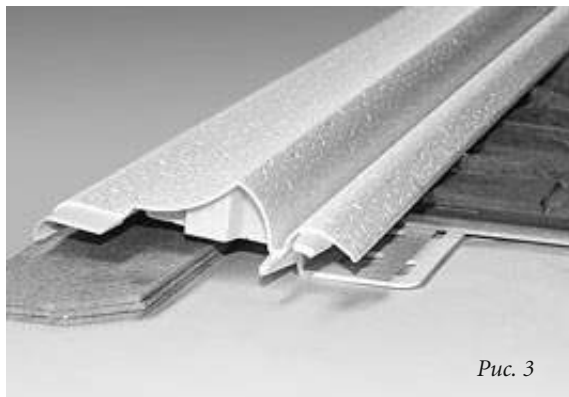

Рис. 3
личника и монтажный паз находились в одной плоскости (рис.3), что предотвратит подвижность наличника в любом направлении, так как при распиле наличник может отклониться от заданного направления, и срез получится неровным.
- 3) В стыковочный монтажный паз наличника вставить фрагмент фасадной панели, которая в дальнейшем будет монтироваться на стену, и плотно прижать к плоскости рабочего стола (рис.3).